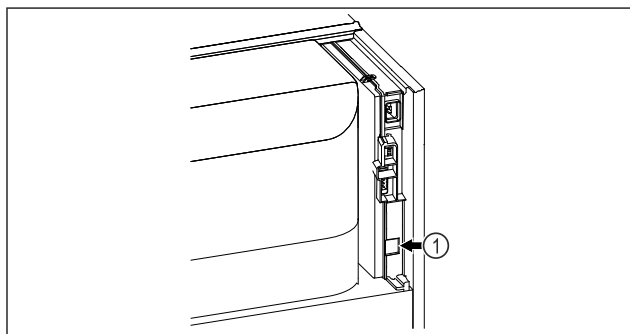

Fig. 84
- ❑ Le SmartModule Fig. 84 (1) est installé.